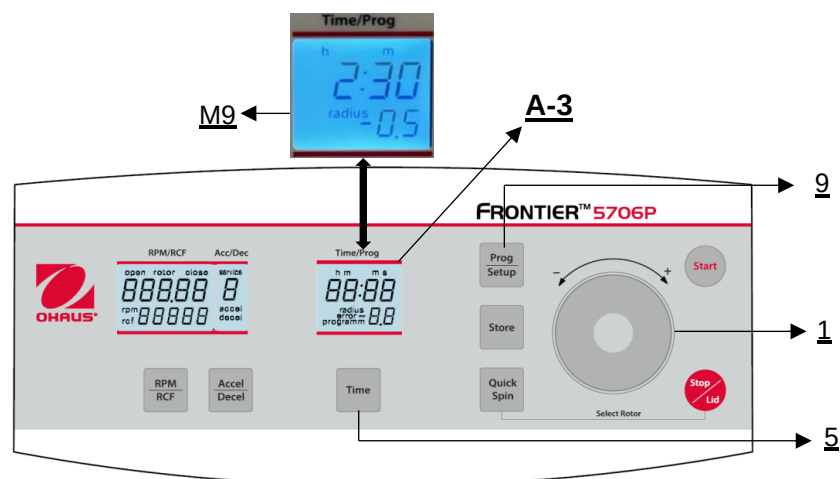

Figura 20
En primer lugar, cierre la tapa de la centrífuga y, a continuación, pulse la tecla **"Tiempo"** (5) y la tecla **"Prog/Setup"** (9) al mismo tiempo y manténgalas pulsadas (véase la figura 20).